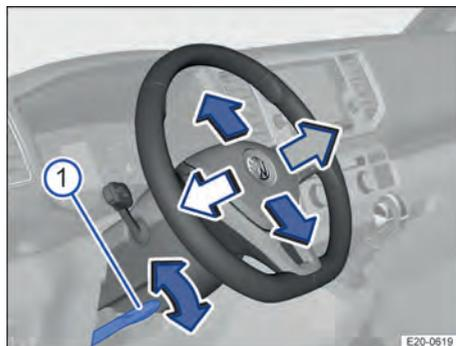

Fig. 53 Embaixo do volante no revestimento da coluna de direção: alavanca de ajuste mecânico da posição do volante.
1. Pressionar a alavanca → Fig. 53 ① para baixo.
3. Pressionar a alavanca → Fig. 53 ① com firmeza para cima até que ela se nivele com o revestimento da coluna da direção → ⚠.